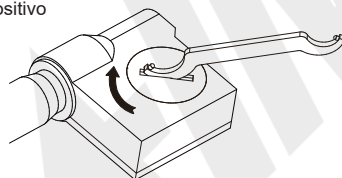

fig.3
---Coloque a tampa da bateria de volta e vire no sentido horário para consertá-la (fig.3)